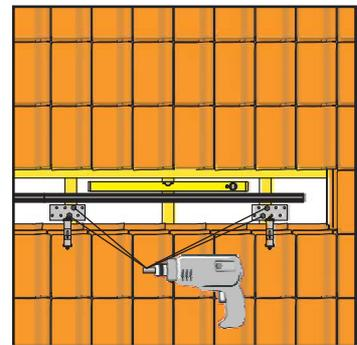

Fig. 3-8 Avvitare saldamente i ganci da tetto ai puntoni con almeno due viti
- Fissare ciascun gancio da tetto (FIX-ADP) con almeno due delle viti da legno in dotazione al puntone (fig. 3-8) praticando i fori con una punta a spirale da  $\varnothing 6$  mm.